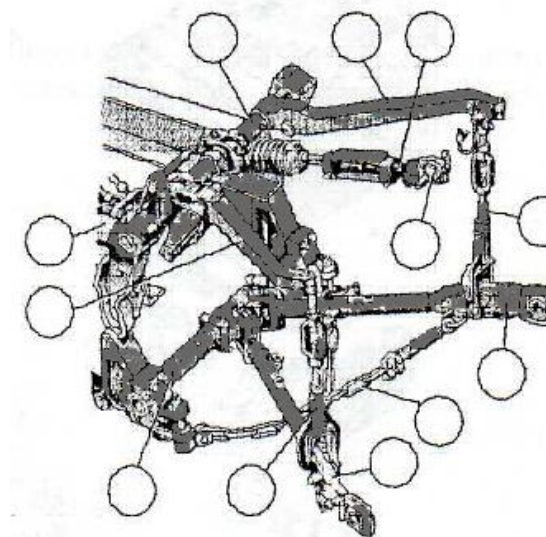

Рис. 4
4. Ознайомтеся з будовою начіпного механізму трактора загального призначення. На рис. 4 позначте: